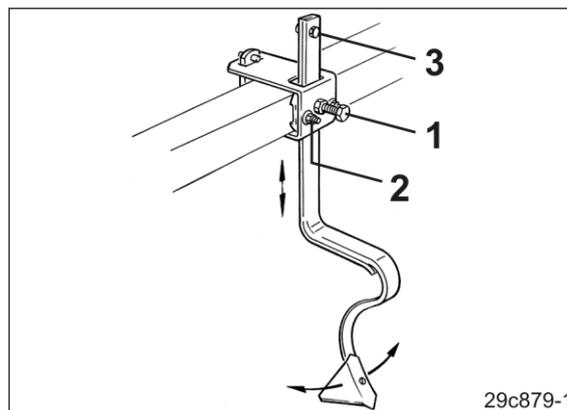

Рис. 185
- 1.1 Ослабьте контргайку и винт с шестигранной головкой (Рис. 185/1).
- 1.3 Ослабьте две гайки (Рис. 185/2) и переместите следорыхлитель трактора.
Стопорный винт (Рис. 185/3) предотвращает потерю следорыхлителя в случае отвинчивания крепежного болта.